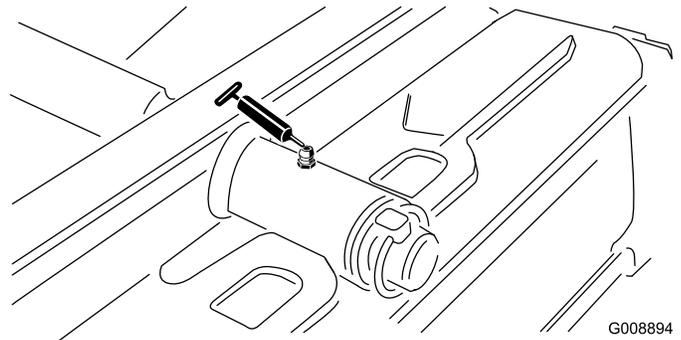

Figure 28
- Pivot de plateau de coupe arrière (Figure 28)